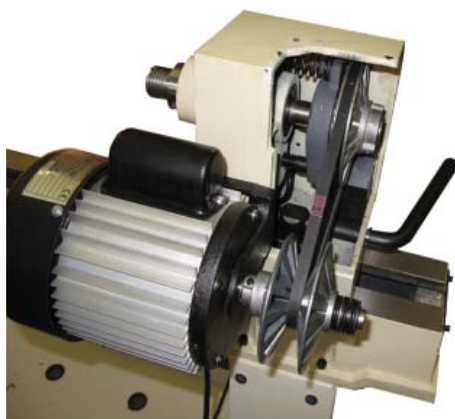

Рис. 21
3. Потяните ременные шкивы двигателя, так чтобы клиновой ремень соскользнул к оси, что способствует уменьшению натяжения ремня (Рис. 21).